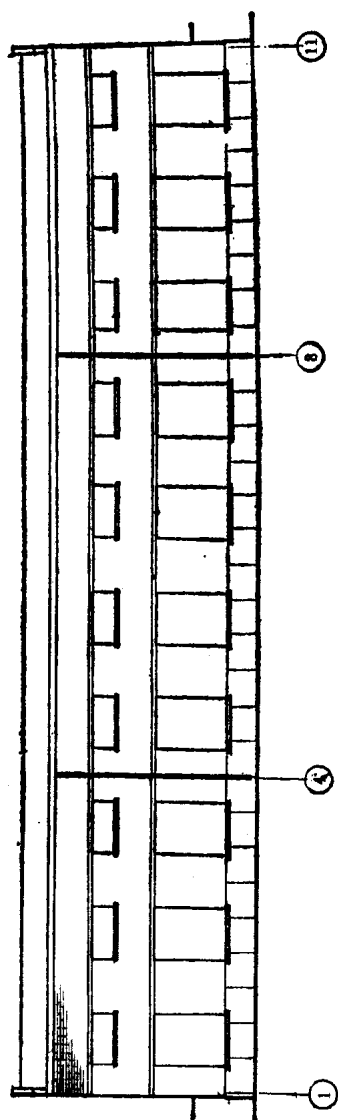

图 2 1~11立面图
从①~⑩立面图中看出,每一柱间内布置上下两道侧窗,沿侧窗上边均有一道水平圈梁。在④轴线和⑧轴线相对墙面有竖向落水管(图2)。墙面为清水墙。勒脚为抹灰面,有竖向分格线。